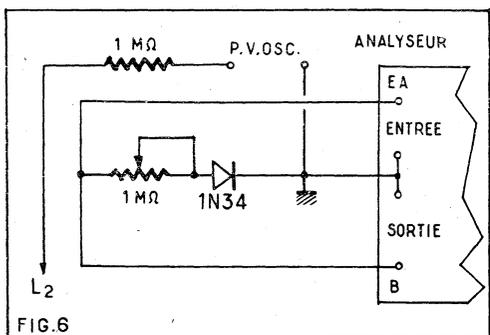

FIG.6
Un oscilloscope est nécessaire pour cette mise au point. On réalisera le montage provisoire de la figure 6 en reliant l'extrémité côté plaque V_2 de L_2 à la borne « chaude » de l'entrée de l'amplificateur vertical, par l'intermédiaire de $1 \text{ M}\Omega$, l'autre borne étant à la masse. Le point EA de l'entrée de l'analyseur (fig. 1) sera relié au point B de la sortie (voir fig. 2) et, entre ces points et la masse, on disposera une résistance variable de $1 \text{ M}\Omega$ et une 1 N 34 avec cathode du côté masse.
- Rétablir le montage de la figure 6 ;
Le système diode et résistance variable de la figure 6 permet la modulation de 7.000 Hz par 50 Hz et le pourcentage de modulation est réglable de zéro à 80 % avec le potentiomètre de $1 \text{ M}\Omega$. Ce pourcentage est égal à :
Considérons un amplificateur A monté comme le montre la figure 6 entre la sortie B et l'entrée EA.